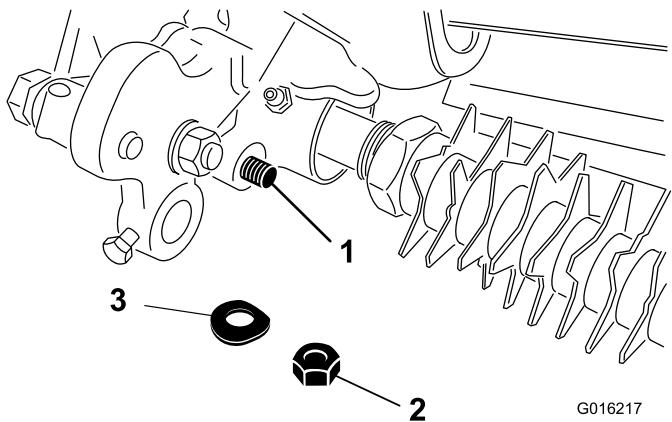

Figura 13
29. Fissate l'estremità dell'asta del gruppo braccio regolatore al gruppo di rotazione del grommer con una rondella Belleville e un dado di bloccaggio (Figura 13).
34. Fissate l'estremità dell'asta del gruppo braccio regolatore al gruppo di rotazione del grommer con una rondella Belleville e un dado di bloccaggio (Figura 13).